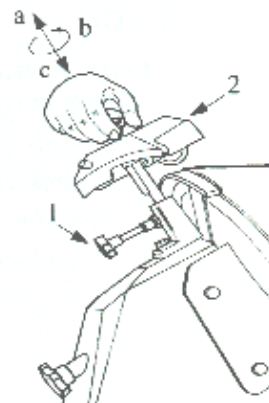

FIG. Nr. 11a
- 2 - skruva av låsnings ratten (1), lyft slipapparaten (2) upptill låsnings position (a) och vrid den 180° (6) (se FIG. Nr. 11a). Låt den sedan gå mot slutet av banan (c) så att klingan är placerad mellan de två slipstenarna. Lås ratten igen.